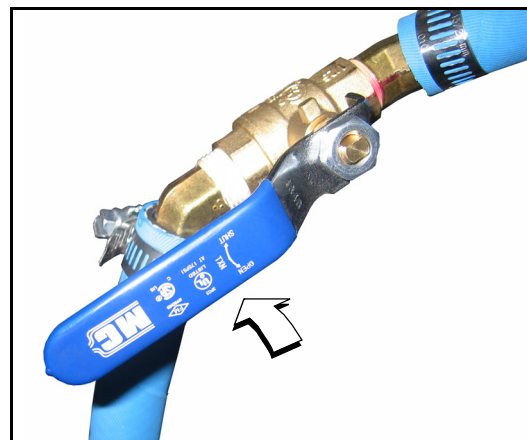
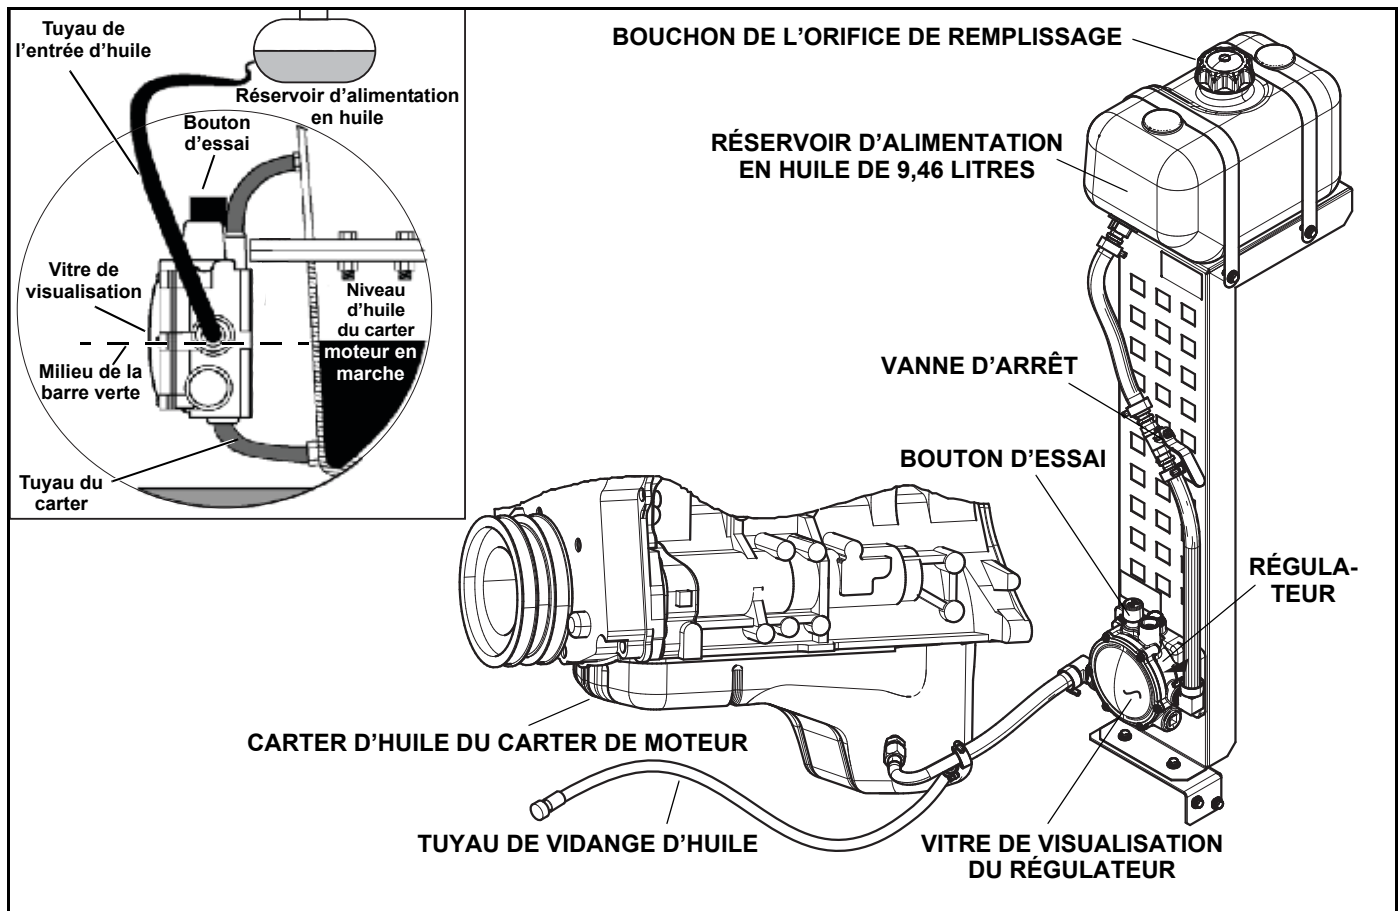

Figure 5-19. Vanne d'arrêt (dans la position ouverte)
Figure 5-20. Ensemble et diagramme de phase du système d'alimentation en huile de graissage
REMARQUE : Lorsque vous changez l'huile à moteur, fermez toujours la vanne d'arrêt pour éviter de vidanger l'huile fraîche du réservoir d'alimentation avec celle du carter. Voir la Figure 5-19.
2. Retirez le bouchon de l'orifice de remplissage sur le dessus du réservoir d'alimentation en huile (Figure 5-20.).
Voir la Figure 5-19 et la Figure 5-20. Lorsque vous vidangez l'huile du carter du moteur, fermez toujours la vanne d'arrêt afin d'éviter de vidanger également l'huile fraîche du réservoir d'alimentation.